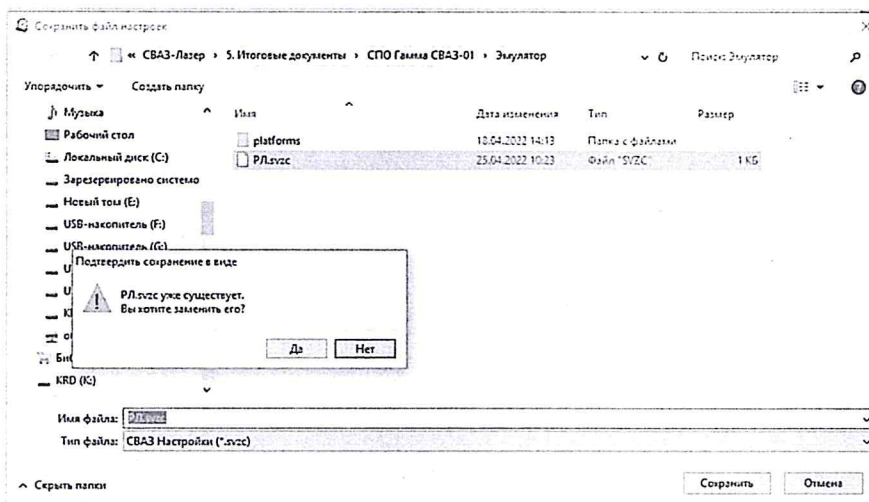

Рисунок 52 – Подтверждение замены файла настроек
- в появившемся окне (рисунок 52) подтвердить замену файла, нажав кнопку «Да»;